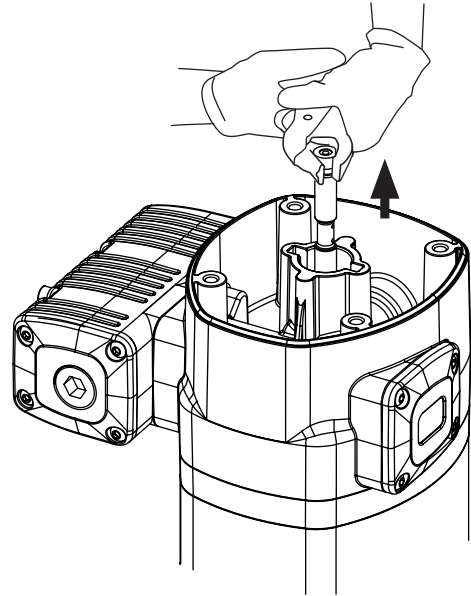
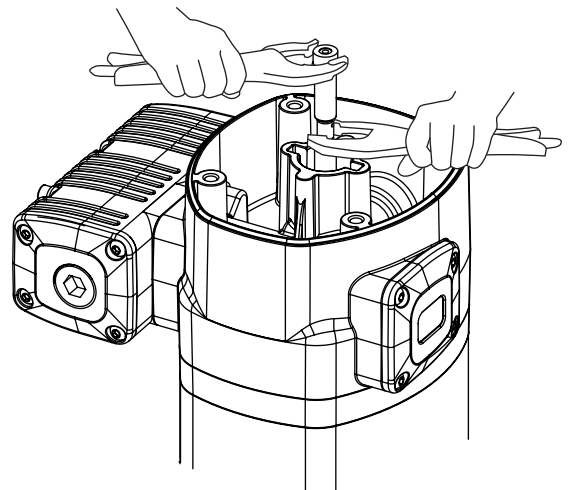

Fig. 7a
Fig. 7b
1. Unscrew the bolts (2) and remove the cap (3).
2. Unscrew the sensor sleeve (4).
3. With a manual clamp on the nut (5), pull the rod (40) outwards until its central recess appears (fig. 7a). Then, with another manual clamp, grab the rod (40) on said recess to prevent sealing surface to be damaged, and unscrew the nut (5) (fig. 7b).
4. Remove o-ring (6) and ring (7), and replace them with new ones later.
5. Unscrew the bolts (58). Pull the motor body (13) outwards to free it along with bridle (36).
6. Take away the gasket (9) and replace its seals (8) and (10).
7. Unscrew the bolts (37) and split the motor (13) from the bridle (36). Take away the washer (32) and replace the seal (8).
8. Take away the cylinder (50) while carefully holding the air piston (45). Replace the piston seal (44).
9. Reassemble in reverse order, applying thread locker in screws (37), nut (5) and sensor sleeve (4).
1. Desenrosque os quatro parafusos (2) e tire a tampa (3).
2. Desenrosque o tampo inversor (4).
3. Com ajuda duma mordaza manual sobre o casquilho (5), puxe para fora do haste (40) até que apareça a sua rebaixa central (fig. 7a). Depois, com outra mordaza manual agarre a haste (40) em dita zona rebaixada central para não danificar a superfície destinada à selagem e desenrosque o casquilho (5) (fig. 7b).
4. Descarte a tórica (6) e o aro (7), e use outros novos posteriormente ao voltar a montar.
5. Desenrosque os quatro parafusos (58). Puxe para acima do cabeçal motor (13) até liberá-lo junto com a brida (36).
6. Tire o casquilho inversor (9). Substitua as juntas (8) e (10) deste casquilho.
7. Desenrosque os cinco parafusos (37) e separe o corpo motor (13) da brida (36). Extraia a arandela (32) e substitua a junta (8).
8. Retire o cilindro (50) segurando com cuidado o êmbolo (45). Substitua a junta (44) de dito êmbolo.
9. Volte a montar o conjunto em sentido inverso, aplicando fixador de rosca nos parafusos (37), casquilho (5) e tampo inversor (4).
1. Desenrosque los cuatro tornillos (2) y quite la tapa (3).
2. Desenrosque el tapón inversor (4).
3. Con ayuda de una mordaza manual sobre el casquillo (5), tire hacia fuera del vástago (40) hasta que aparezca su rebaje central (fig. 7a). Después, con otra mordaza manual agarre el vástago (40) en dicha zona rebajada central para no dañar la superficie destinada al sellado y desenrosque el casquillo (5) (fig. 7b).
4. Deseche la tórica (6) y el aro (7), y use otros nuevos posteriormente al volver a montar.
5. Desenrosque los cuatro tornillos (58). Tire hacia arriba del cabezal motor (13) hasta liberarlo junto con la brida (36).
6. Quite el casquillo inversor (9). Sustituya las juntas (8) y (10) de este casquillo.
7. Desenrosque los cinco tornillos (37) y separe el cuerpo motor (13) de la brida (36). Extraiga la arandela (32) y sustituya la junta (8).
8. Retire el cilindro (50) sujetando con cuidado el émbolo (45). Sustituye la junta (44) de dicho émbolo.
9. Vuelva a montar el conjunto en sentido inverso, aplicando fijador de rosca en los tornillos (37), casquillo (5) y tapón inversor (4).